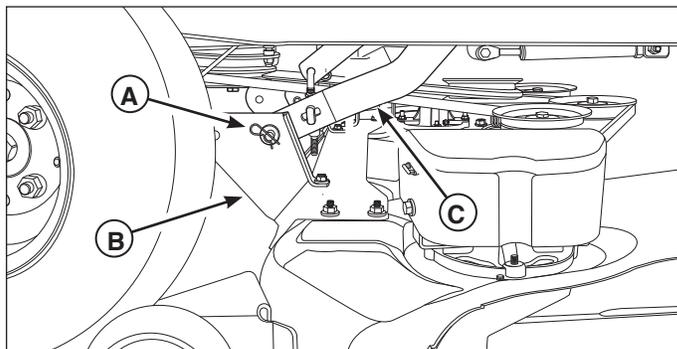

Figura 19. Componentes del elevador trasero de la cubierta (Se muestra el lado derecho; el izquierdo es igual)
4. Quite las horquillas y arandelas (**A**, Figura 19) que sujetan los soportes traseros de la cubierta del cortacésped (**B**) a los brazos de elevación traseros (**C**), y, tirando, retire los brazos de los orificios en los soportes. Guarde todos los herrajes extraídos.
5. Inserte los brazos de elevación traseros (**C**, Figura 19) dentro de los orificios delanteros en los soportes traseros de la cubierta del cortacésped (**B**), y sujete cada uno con una arandela y una horquilla (**A**).